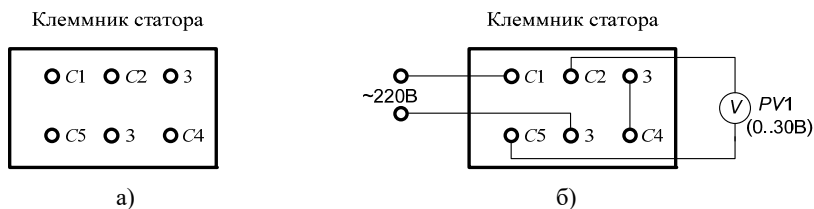

Рис. 15.5. Определение маркировки зажимов третьей фазы
- в) на оставшиеся свободные зажимы катушек первой и второй фаз подать напряжение 220 В (рис. 15.5, а);
е) нанести полученные обозначения зажимов катушек первой и второй фаз на клеммнике статора (например, как показано на рис. 15.5, а);
ж) обозначение зажимов катушки третьей фазы производится аналогично описанному в пункте з), для чего собирается схема (рис. 15.5, б);